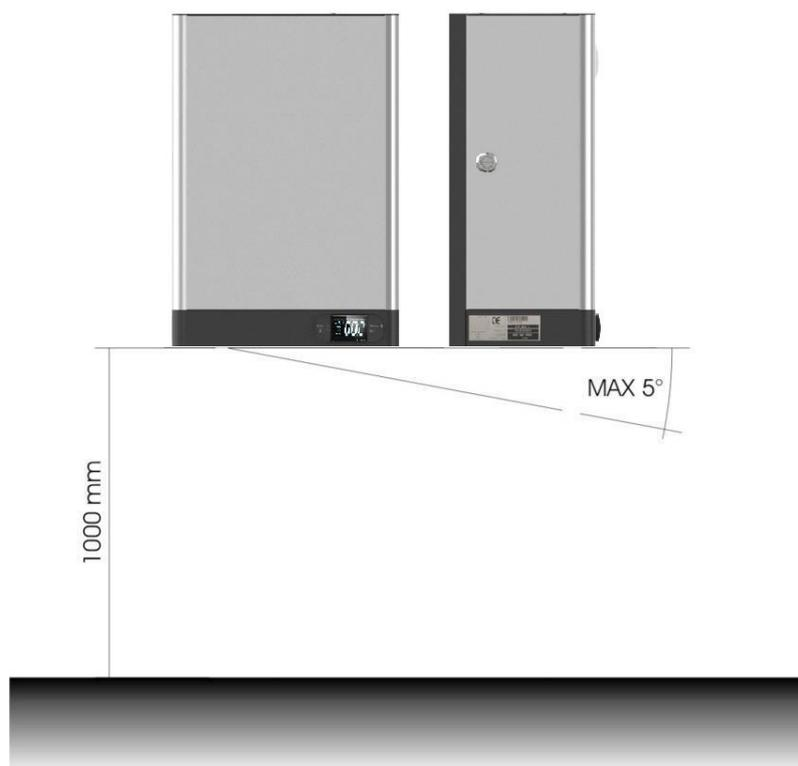
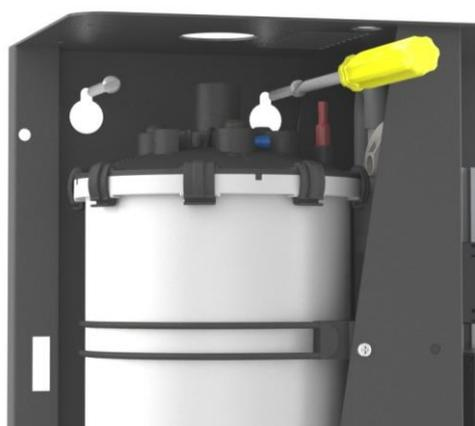

Fig. 4
Fig. 5
4. Fixez l'humidificateur au mur, éventuellement à 1 mètre du sol et au niveau (fig.4) en utilisant les 4 fentes à l'arrière pour insérer les vis de fixation (figures 5 et 6).